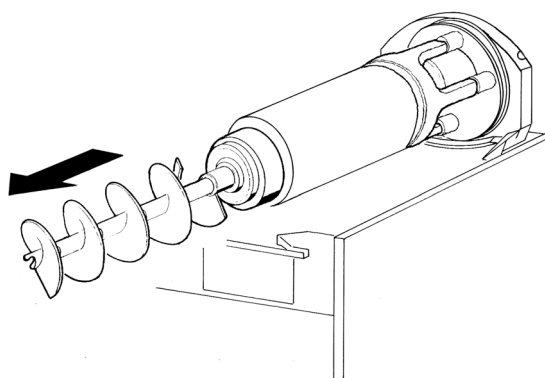

Bild 10
3 Zuerst die äußere (3) und dann die innere Schnecke (Bild 10) aus dem Verdampfer herausziehen.